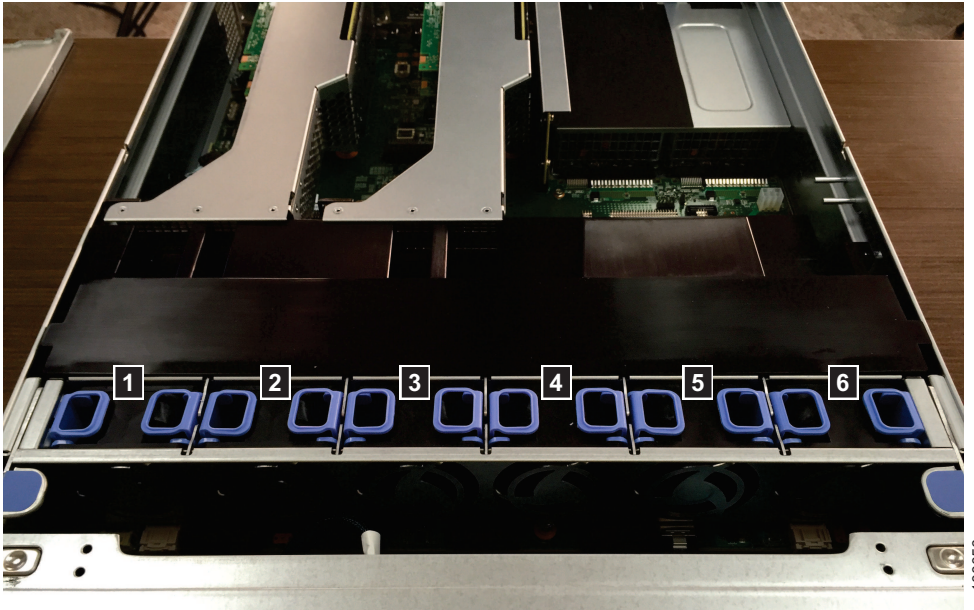

图 174. 找到 2145-SV1 风扇
6. 找到相应的风扇。节点有六个风扇位置，从左到右进行编号，如图 174 中所示。